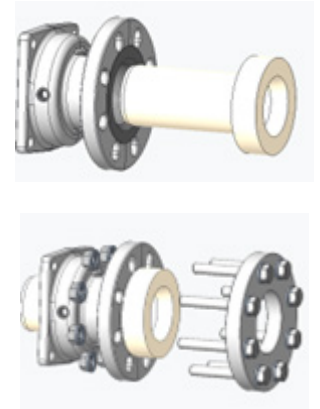

Abbildung 11: - Verbindungsflansch-Baugruppe mit Einsatz
1. Schieben Sie den Einsatz in die Flanschverbindung befestigen Sie ihn mit einem Konterflansch (Abbildung 11).